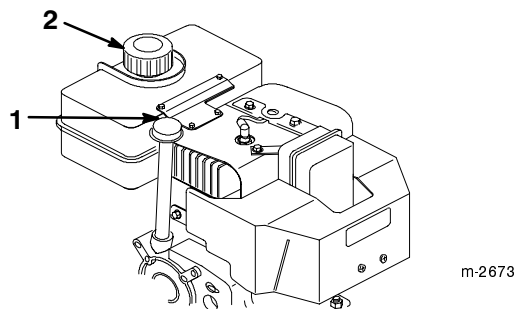

Bild 16
2. Reinigen Sie den Bereich um den Peilstab (Bild 16).
3. Ziehen Sie den Peilstab aus dem Kurbelgehäuse heraus (Bild 16).
1. Reinigen Sie den Bereich um den Kraftstofftankdeckel (Bild16).